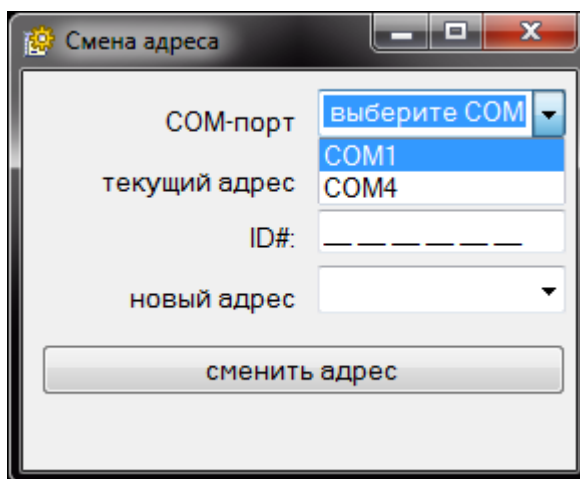

Рис. 19
1) Подключить к ПЭВМ адаптер интерфейсов универсальный АИУ(01) (допускается использование вместо АИУ(01) аналогичного по характеристикам преобразователя USB-RS485 сторонних производителей). При необходимости проинсталлировать драйвера для адаптера (размещены на сайте www.rovalant.com).
2) Подключить КСО.Д к АИУ(01) и подать питание на КСО.Д.
3) Запустить приложение KSOD_address.exe с диска из комплекта поставки КСО.Д (приложение также размещено на сайте www.rovalant.com), в поле «СОМ-порт» выбрать виртуальный СОМ-порт АИУ(01) или преобразователя стороннего производителя, через который осуществляется связь с КСО.Д (исп.485) (см. рисунок 19).